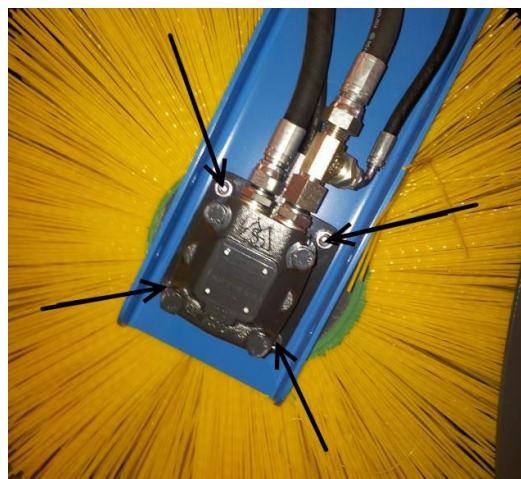

Bild 11
3. Lossa motorns 4 st. fästbultar (bild 11).
3. Lossa 4 st. bultar/motor, (bild 11).